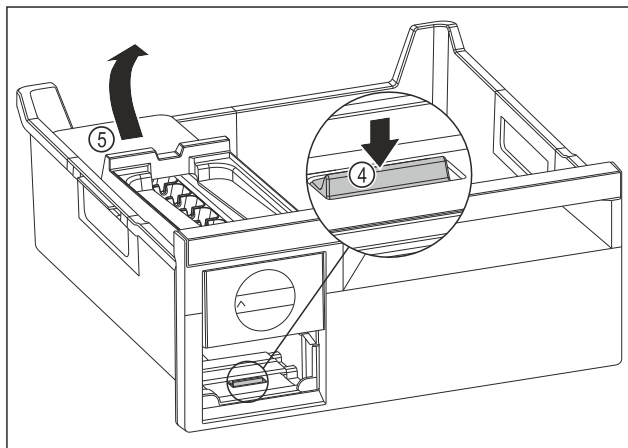

Fig. 141
- ▶ Изваждане на корпуса на EasyTwist-Ice: Натиснете езичето Fig. 141 (4) с пръст надолу и едновременно с това с другата ръка повдигнете корпуса на EasyTwist-Ice Fig. 141 (5) отзад.